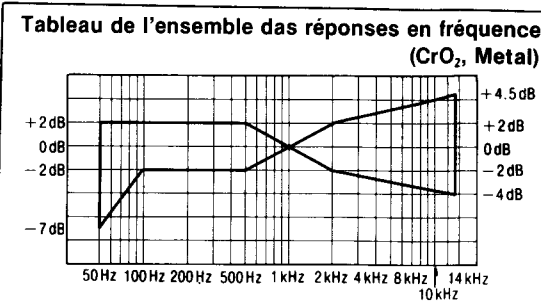

Fig. 14
8. Enlever la bande étalon vierge normale et placer la bande étalon QZZCRX (bande CrO₂). Enregistrer les signaux de 50Hz, 100Hz, 200Hz, 500Hz, 1kHz, 4kHz, 8kHz, 10kHz, 12,5kHz et 14kHz. Reproduire ensuite ces signaux et vérifier si la courbe est comprise dans les limites indiquées par le tableau de réponse de fréquence globale pour les bandes CrO₂ (Fig. 14).
9. Placer l'UNITE en mode de bande métallique, changer la bande étalon pour la bande étalon vierge QZZCRZ (bande métallique), et enregistrer les signaux de 50Hz, 100Hz, 200Hz, 500Hz, 1kHz, 4kHz, 8kHz, 10kHz, 12,5kHz et 14kHz. Ensuite, lire les signaux et vérifier si la courbe se trouve entre les limites indiquées dans le tableau de réponse en fréquence globale pour les ruban CrO₂ (Fig. 14).